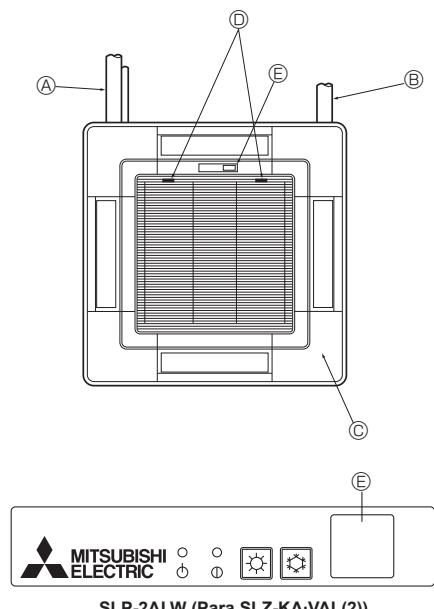

Fig. 8-11
8.5. Instalação da grelha de admissão (Fig. 8-11)